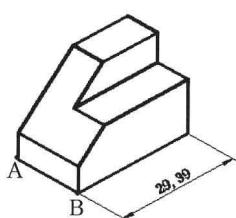

图 7-4-11
(7) 单击“标注”面板名称，展开面板，单击“倾斜”按钮 F ，命令行提示“选择对象”，单击对齐标注，按 Enter 键。
(8) 命令行提示“输入倾斜角度（按 ENTER 表示无）”，捕捉并单击 A 点和 B 点，或者输入“-30”后按 Enter 键，对齐标注的边界线与 AB 直线倾斜角度相同，如图 7-4-11 所示。